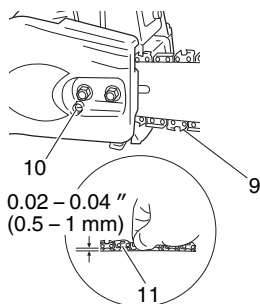

Fig. 5
7. Soulevez l'extrémité du guide-chaîne et réglez la tension de la chaîne (9) en tournant le boulon de réglage de tension (10) dans le sens des aiguilles d'une montre. Pour vérifier que la tension de la chaîne est adéquate, soulevez légèrement le centre de la chaîne. Il faut qu'il y ait alors un jeu de 0.02 – 0.04 " (0.5 à 1.0 mm) entre le guide-chaîne et le bord des maillons d'entraînement de la chaîne (11). (Fig. 5, 6)